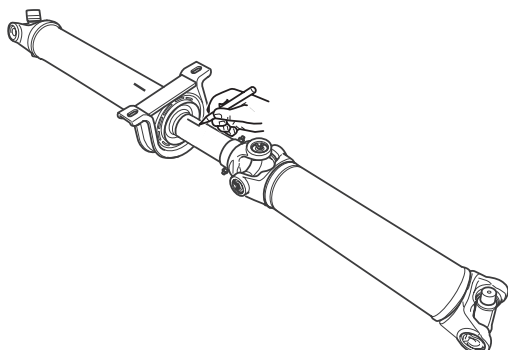

Figura 8.17
1. Marque las secciones del yugo deslizante y del eje deslizante para asegurarse de remontarlos en sus posiciones originales. Figura 8.17.